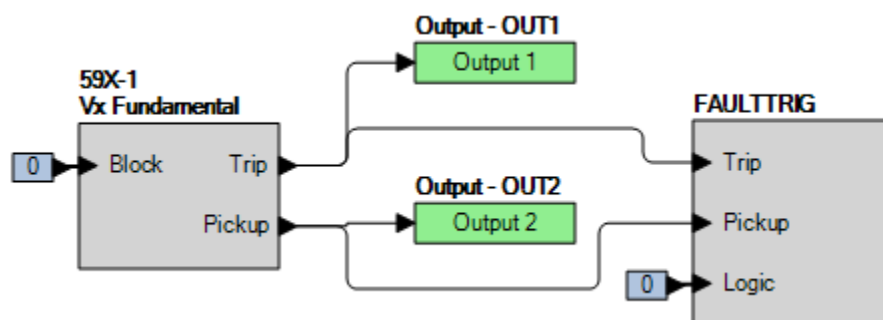

Figure 69-4. Paramètres BESTLogicPlus (mode Vx - Fondamental)
Étape 2 : Utilisez BESTCOMS*Plus* pour configurer la Logique programmable BESTLogic*Plus* illustrée dans la Figure 69-4.
Étape 4 : Préparez la surveillance de l'exécution de la fonction 59X-1. Cette exécution peut être vérifiée en surveillant la sortie OUT2 (voir Figure 69-4).